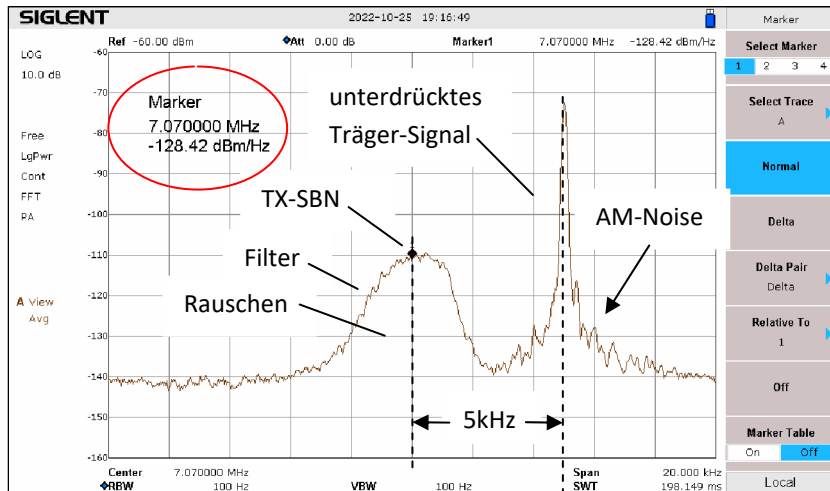

Bild 23: SBN-Messung in 5 kHz Offset zum Träger, SBN = -128.4dBc/Hz
-160dBm/Hz. Als Beispiel zeigt **Bild 23** die Messung des TX-Seitenbandrauschens im Abstand von 5 kHz zum Träger bei einer Ausgangsleistung von 100 Watt.